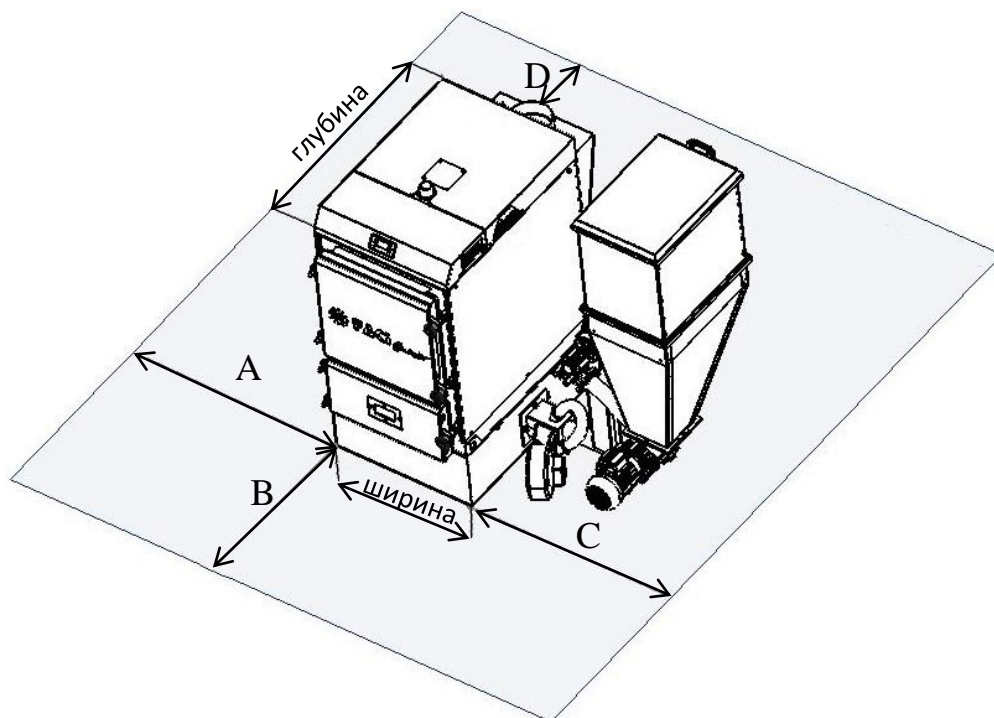

Рис. 23
2.7.1.4 При установке котла в котельной необходимо соблюдать требования выдерживания свободных расстояний до ближайших препятствий (рис. 23). В указанных размерах свободных расстояний не должно находиться никаких предметов, ни трубопроводов, ни других элементов котельной. Указанные технологические проходы должны быть свободны для доступа в любое время и ничем не загромождены.
| Обозначение на рис. 23 | Требуемое значение размера. |